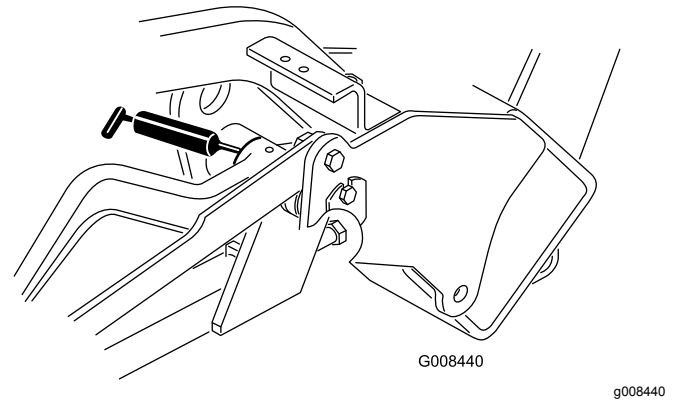

Figura 28
- Brazos de elevación (3) (Figura 28)